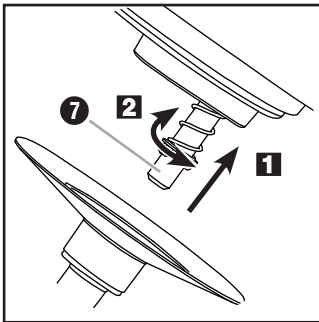

Abb. 2: Montage der Einsätze
- 6) Montieren Sie je nach Aufgabe Knethaken **10**, Schneebesen **11** oder Rührbesen **12** auf der Antriebsachse **7** (Abb. 2):
- Stecken Sie den Knethaken **10**, Schneebesen **11** oder Rührbesen **12** (nachfolgend „Einsatz“) so auf die Antriebsachse **7**, dass die beiden Metallstifte an der Antriebsachse **7** in die Aussparungen am Einsatz **10 11 12** greifen (Abb. 2 / **1**).
- Drücken Sie den Einsatz **10 11 12** kräftig auf die Antriebsachse **7**, so dass sich die Feder zusammendrückt und drehen Sie dabei den Einsatz **10 11 12** ein wenig gegen den Uhrzeigersinn (Richtung ) (Abb. 2 / **2**).